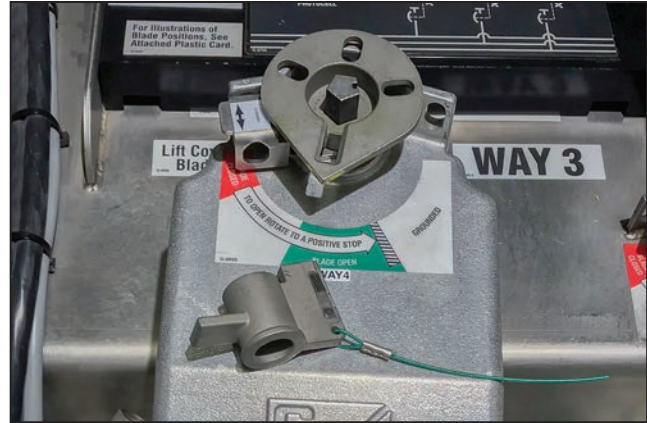

Figura 16. Seletor de operação na posição totalmente à esquerda.
PASSO 4. Na posição totalmente à esquerda, o seletor de operação permite operações entre as posições **Aberta** e **Fechada**. Ver Figura 16. O seletor de operação nesta posição previne operações manuais acidentais da posição **Aterrada** diretamente para a posição **Fechada**.